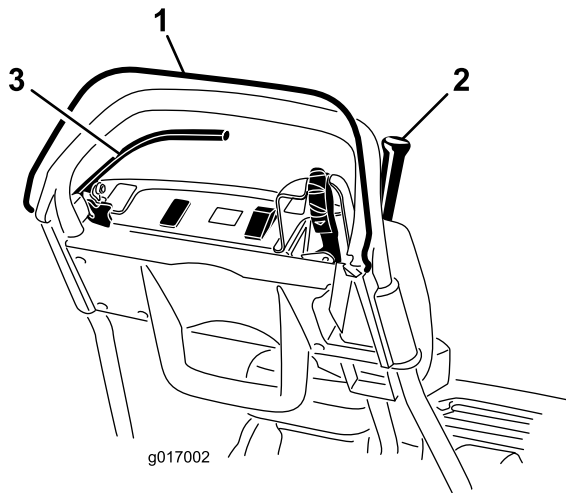

Figura 28
3. Com o CPO solto, tente acionar a alavanca de tração (Figura 28). A alavanca de tração não se deve acionar. Se a alavanca de tração se acionar, o interruptor de segurança precisa de assistência. Corrija o problema antes da utilização. Consulte Manutenção dos interruptores de segurança de tração \(página 31\).
4. Com o CPO carregado e a alavanca de tração acionada, solte o CPO (Figura 28). A alavanca de tração deve deixar de ficar acionada. Se a alavanca de tração não deixar de ficar acionada, o interruptor de segurança precisa de assistência. Corrija o problema antes da
5. Com o CPO carregado e a alavanca de mudanças para a esquerda, ative a tração e a transmissão do cilindro, solte o CPO (Figura 28). A alavanca de tração deve deixar de ficar acionada. Se a alavanca de tração não deixar de ficar acionada, o interruptor de segurança precisa de assistência. Corrija o problema antes da utilização. Consulte Manutenção dos interruptores de segurança de tração \(página 31\), \(página \) ou Ajuste o controlo do cilindro \(página 35\).
6. Com o CPO carregado e a alavanca de mudanças para a esquerda para ativar a tração e a transmissão do cilindro, mova a alavanca de mudanças para a direita para desativar a transmissão do cilindro (Figura 28). A transmissão do cilindro deve deixar de ficar acionada. Se a alavanca de tração não deixar de ficar acionada, o interruptor de segurança precisa de assistência. Corrija o problema antes da utilização. Consulte Ajuste o controlo do cilindro \(página 35\).
2. Com o CPO carregado, a alavanca de tração acionada e os controlos do motor na posição de arranque (Figura 28). Tente pôr o motor a funcionar. O motor não deverá entrar em funcionamento. Se o motor arrancar, terá que inspecionar o interruptor de segurança. Corrija o problema antes da utilização. Consulte Manutenção dos interruptores de segurança de tração \(página 31\).
2. Com a alavanca de tração acionada, o travão de serviço acionado e os controlos do motor na posição de arranque (Figura 28). Tente pôr o motor a funcionar. O motor deve arrancar. Se o motor não arrancar, o interruptor de segurança precisa de assistência. Corrija o problema antes da utilização. Consulte Manutenção do interruptor de segurança do travão \(página 32\).
3. Com o motor a trabalhar, acione o travão de serviço (não o travão de estacionamento), carregue no CPO e acione a alavanca de tração (Figura 28). O motor deve trabalhar para se sobrepor ao travão, mas não desligar-se automaticamente. Se o motor se desligar imediatamente, o interruptor de segurança precisa de assistência. Corrija o problema antes da utilização. Consulte Manutenção do interruptor de segurança do travão \(página 32\).
4. Com o motor a trabalhar, acione o bloqueio do travão de estacionamento, carregue no CPO e acione a alavanca de tração (Figura 28). O motor deverá desligar-se automaticamente. Se o motor não se desligar automaticamente, o interruptor de segurança precisa de assistência. Corrija o problema antes da utilização. Consulte Manutenção do interruptor de segurança do travão (página 32).